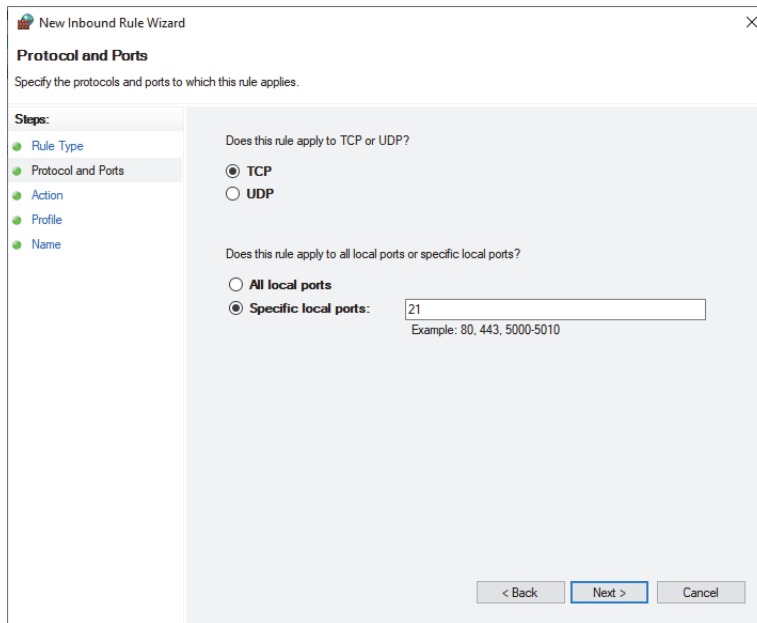

Figura 1-12 Cuadro de diálogo New Inbound Rule Wizard: Protocolo y puertos
5. En el cuadro de diálogo **New Inbound Rule Wizard** (Asistente para nuevas reglas de entrada), seleccione los protocolos y puertos a los que se aplica la regla (ver Figura 1-12 en la página 36).